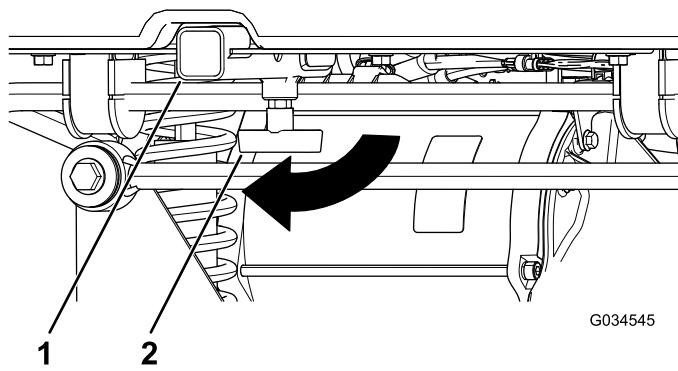

Рисунок 17
1. Ослабьте Т-образную рукоятку, повернув ее по часовой стрелке (Рисунок 17).
3. Вставьте вспомогательное приспособление в приемное устройство до совмещения отверстий (Рисунок 17).